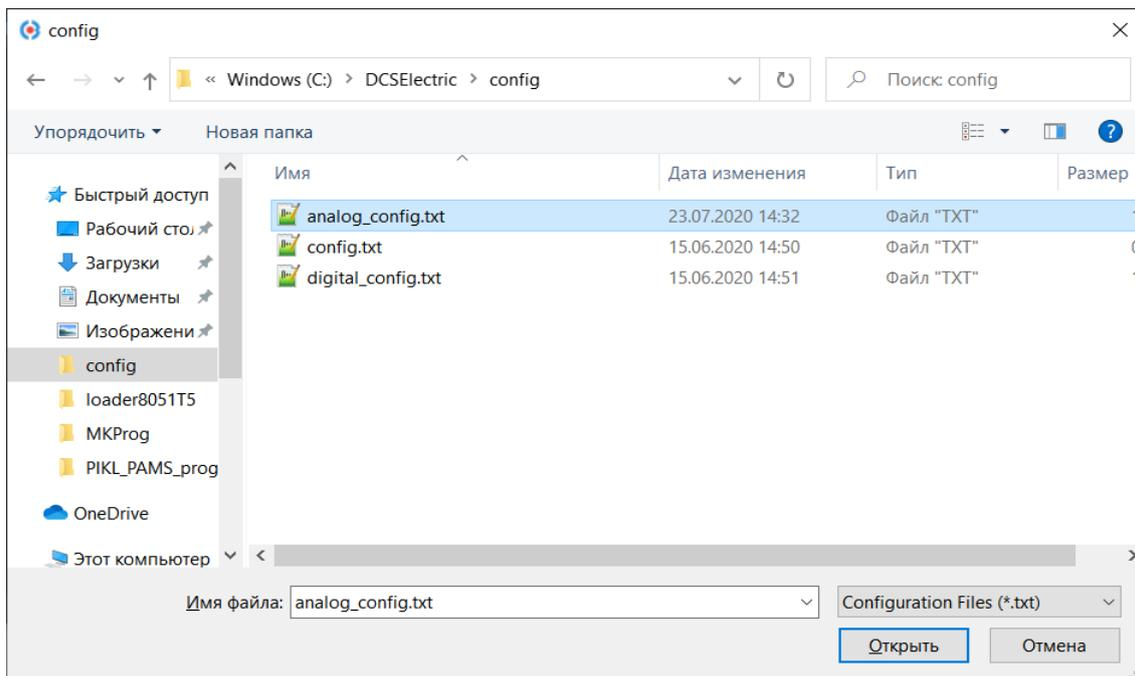

Рисунок 8. Расположение текстового файла
7. После идентификации нажмите «Микросхема – Загрузить файл», выберите файл с прошивкой *analog\_config.txt* (Расположение файла по умолчанию: ...*DCSElectric\config*) и нажмите кнопку «Открыть» (Рисунок 8).